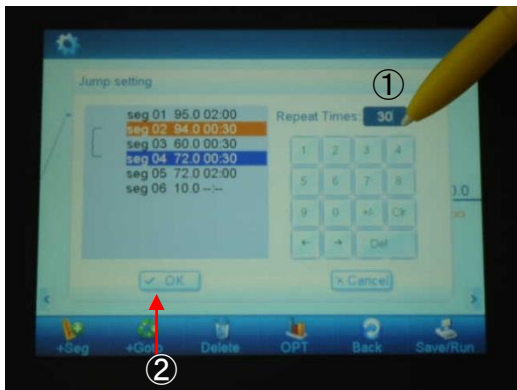

図7
サイクル数を入力します。(図7-①)
OK(図7-②)をタッチすると、プログラム画面に戻ります。